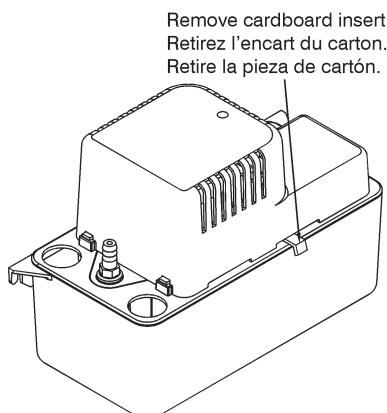

FIGURE 1
- Carefully unpack the pump. Remove the cardboard insert (Figure 1) from the motor cover air slots by carefully pulling it away from the pump. This insert is used to prevent switch movement during shipment.
2. Déballer la pompe avec précaution en faisant glisser l'emballage. Enlever l'emballage de carton des fentes d'aération qui se trouvent sur le couvercle du moteur. Cet emballage est destiné à éviter le mouvement des commutateurs pendant le transport (Figure 1).